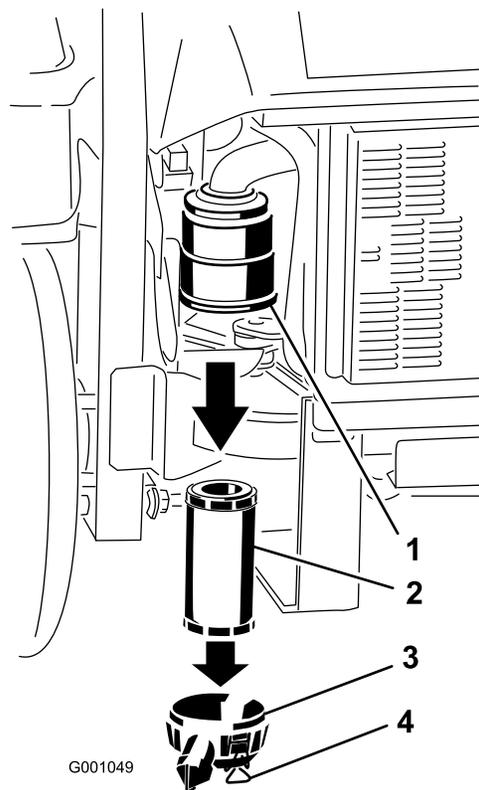

Figure 30
3. Ouvrez les dispositifs de verrouillage du filtre et ôtez le couvercle du corps du filtre (Figure 30).
5. Sortez l'élément filtrant du corps du filtre avec précaution (Figure 30). Évitez de cogner l'élément à l'intérieur du corps.